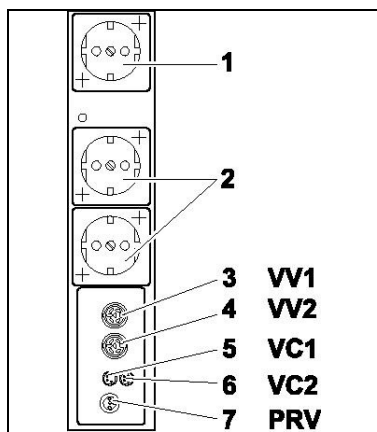

Fig. 10 : Raccordements unité centrale
1. À l'aide du câble fourni, relier le connecteur de signal du contrôleur de vide et le raccordement VC1 (fig. 10/5) de l'unité centrale.
2. En cas d'utilisation de deux contrôleurs de vide, relier le connecteur de signal du deuxième contrôleur de vide au raccordement VC2 (6) de l'unité centrale.
3. Enfoncer la fiche électrique du contrôleur de vide dans la prise (2) de l'unité centrale.
4. En cas d'utilisation de deux contrôleurs de vide, enfoncer les fiches électriques des vannes pour le vide dans les raccords VV1 (3) et VV2 (4) de l'unité centrale.
5. Enfoncer la fiche de l'électrovanne de mise à l'atmosphère dans le raccordement PRV (7) de l'unité centrale.
6. Enfoncer la connexion secteur de la pompe dans la prise indiquée (1) de l'unité centrale.
2. Enfoncer la fiche de la vanne de liquide de refroidissement dans le connecteur VV1 (voir Fig. 10/3) du contrôleur de vide.